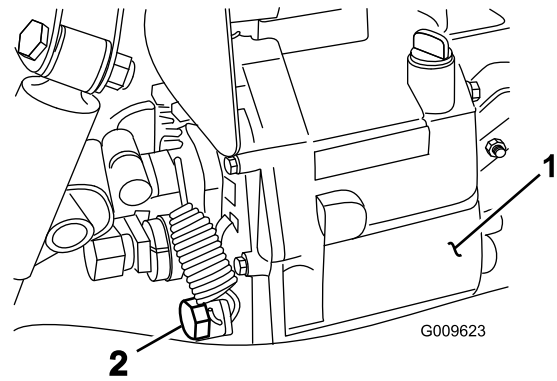

Figura 62
4. Retire el tapón de vaciado del lado del depósito y deje que se drene el fluido hidráulico en el recipiente (Figura 62).